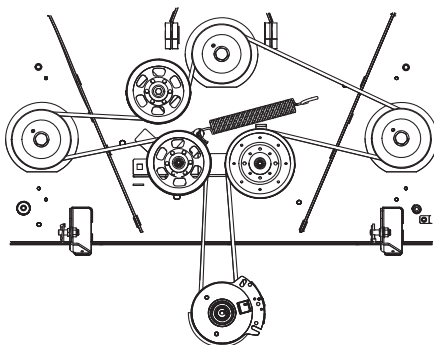

Figure 4-18
- Placez la courroie autour des poulies de tension retirées à l'étape 3 avec le côté en « V » vers le bas. Après avoir installé la courroie, installez la quincaillerie et serrez l'écrou autobloquant pour fixer l'assemblage. Voir Figure 4-18.
- Installez la courroie comme indiqué à la Figure 4-18, puis réinstallez le plateau de coupe (voir Installation du plateau de coupe).